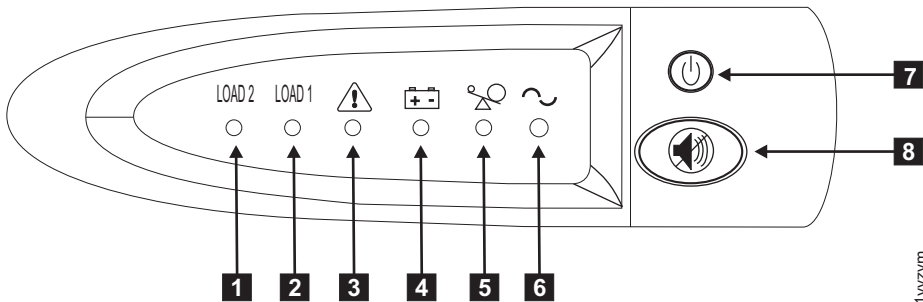

図 322. 2145 UPS-1U のフロント・パネル・アセンブリー
12. 2145 UPS-1U の電源をオンにするために、オン/オフ・ボタン (図 322 の **2**) を押したままの状態にします。2145 UPS-1U の一部のバージョンでは、オン/オフ・ボタンを押すために、ねじ回しのような先の尖った道具が必要な場合があります。2145 UPS-1U は自己診断テストを行います。これには約 5 秒かかります。その後で、電源オン・インディケータ **1** と負荷インディケータ (**7** および **8**) が恒常的に点灯し、2145 UPS-1U が SAN ボリューム・コントローラーに電源を供給していることを示します。2145 UPS-1U は、通常モードのときにバッテリーの充電を開始します。